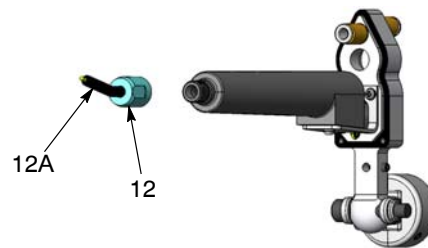

Figura 31 Extracción del multiplicador del alojamiento
3. Ver la figura 31. Desenroscar la tuerca del multiplicador (12). Extraer el contacto del multiplicador (12A) de la tuerca y sustituirlo si está dañado.
Pistolas de montaje en barra: Ver la figura 31. Instalar el contacto en el hueco del multiplicador y fijarlo con la tuerca del multiplicador.